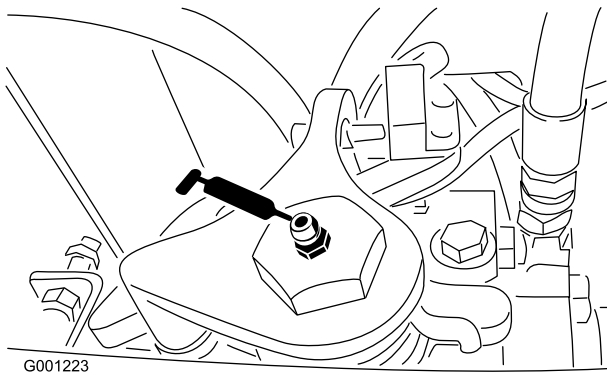

Figura 41
- albero di trasmissione in folle (Figura 41)